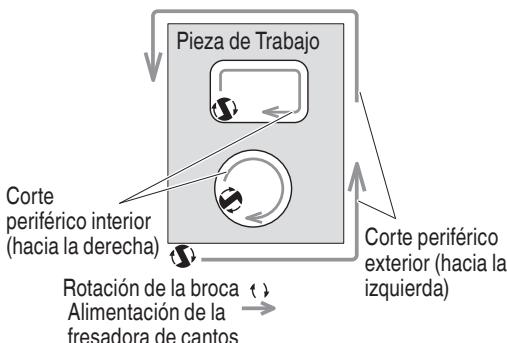

Fig. 30
- (2) La broca gira hacia la derecha (sentido de la flecha indicada en la base). Para lograr la máxima efectividad del corte, haga avanzar la fresaadora de cantos vertical de acuerdo con los sentidos de avance mostrados en la Fig. 30.